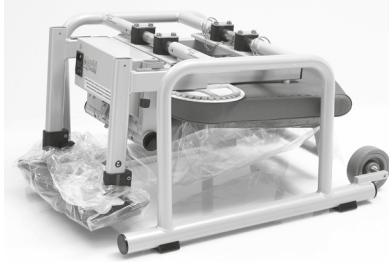

Fig. 2
- Une fois les nouveaux fusibles mis en place, remontez le porte-fusible (Fig. 2). Veillez à ce qu'il s'enclenche correctement.